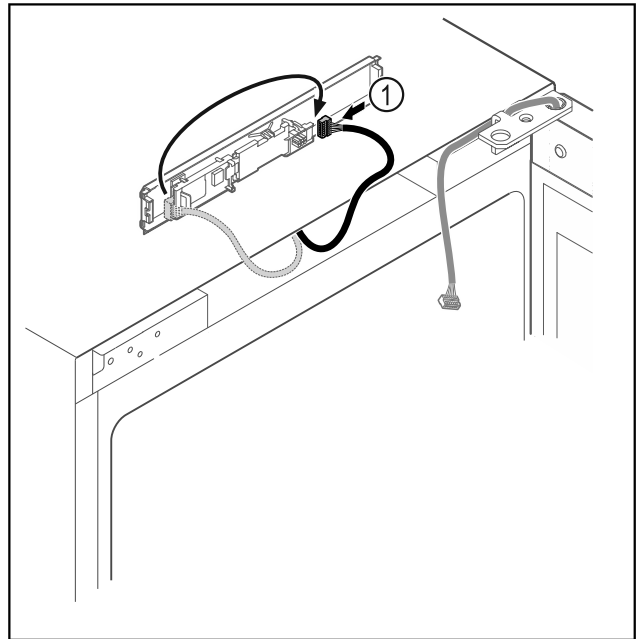

Fig. 13
- ▶ Stekker Fig. 13 (1) op printplaat verwisselen.